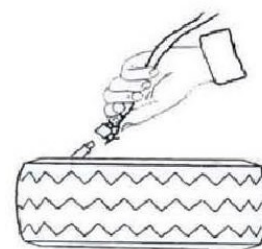

Fig 17
- 1) Fälgen och däck har inte samma storlek; Fig. 17
- 6) Fortsätt att pumpa och kontrollera lufttrycket ofta tills önskat tryck uppnås. (Fig. 17)